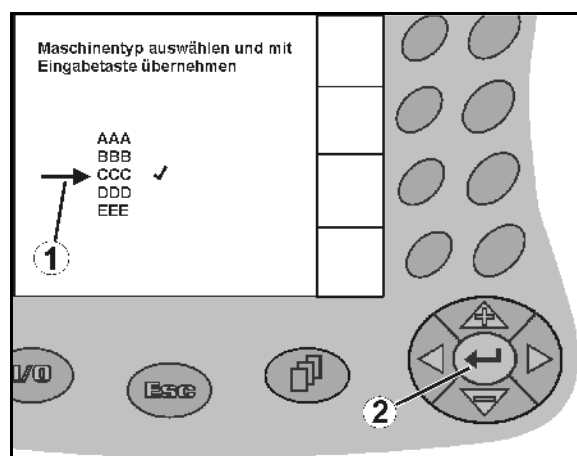

Fig. 14
- Posicionar la flecha de selección (Fig. 14/1) con  y .
-  Aceptar la selección (Fig. 14/2).